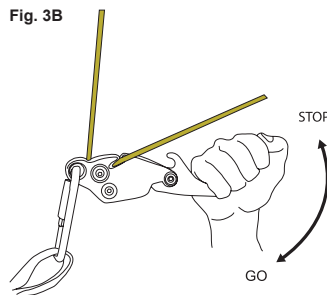

Fig. 3B
7. Ajustez la vitesse de la descente en posant une main sur la poignée et l'autre main, qui tient la corde, en-dessous de l'appareil. Commencez en positionnant la corde dans un angle en bas de la fente, comme indiqué sur la fig. 3B.